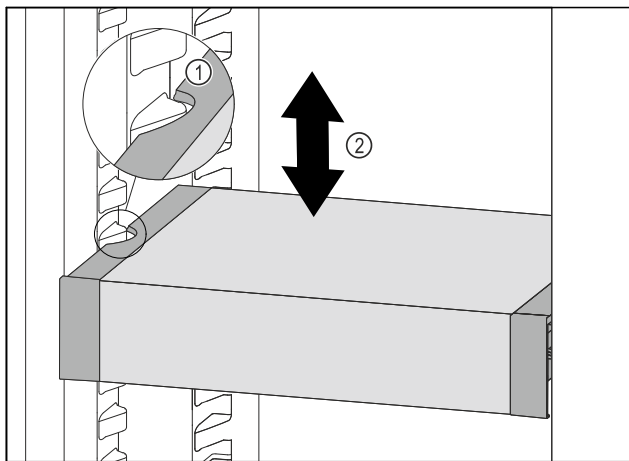

Fig. 183
- Táhněte VarioSafe dopředu, dokud nebudou boční vybrání VarioSafe na úrovni žebrování na nádoby v chladničce. Fig. 183 (1)
- Posouvejte VarioSafe v chladničce nahoru nebo dolů, dokud nedosáhnete požadované výšky. Fig. 183 (2)